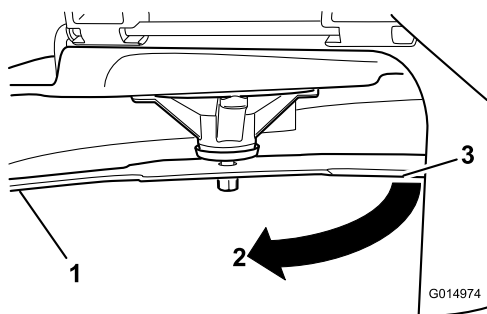

Figura 57
3. Distancia medida entre la cuchilla y la superficie (A)
4. Gire la misma cuchilla 180 grados de manera que el otro extremo esté en la misma posición (Figura 57).